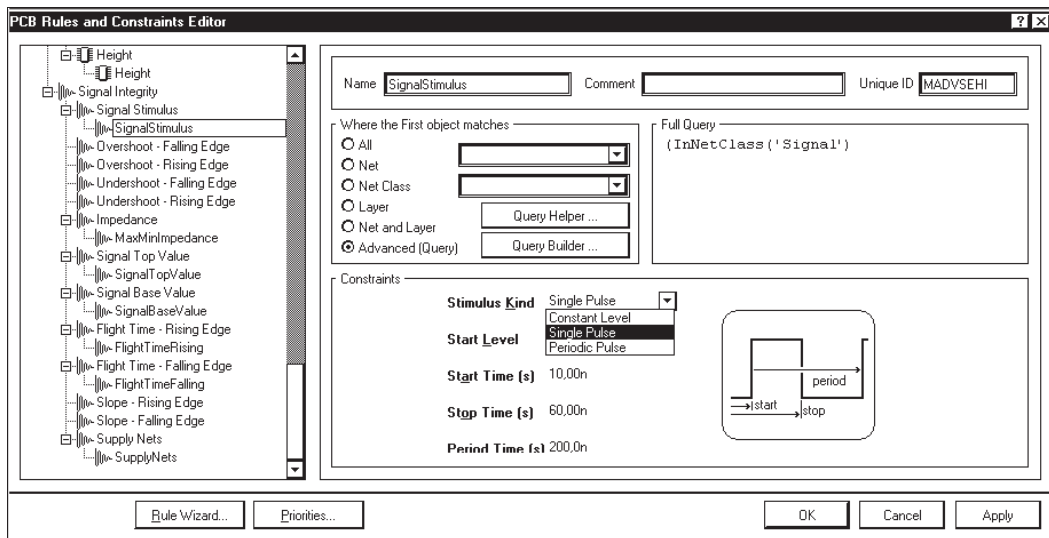

Рис. 8.56. Настройка правил для анализа Signal Integrity
- ☐ прежде всего, нужно настроить группу правил проектирования, относящихся к анализу целостности сигналов. Для этого в активном документе печатной платы командой главного меню **Design | Rules** следует развернуть в диалоговом окне настройки правил узел дерева правил **Signal Integrity** (рис. 8.56).